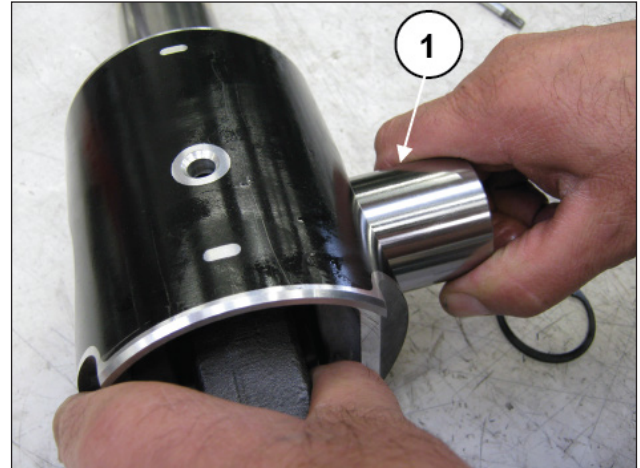
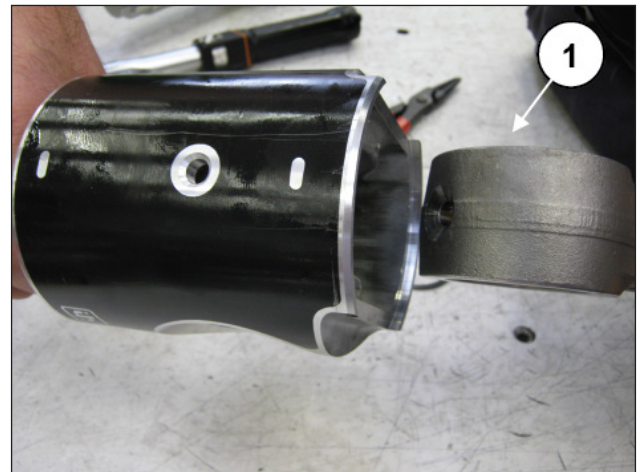

Fig. 44
Fig. 45
Extraer la clavija (pos. ①, Fig. 44) y, a continuación, la biela (pos. ①, Fig. 45).